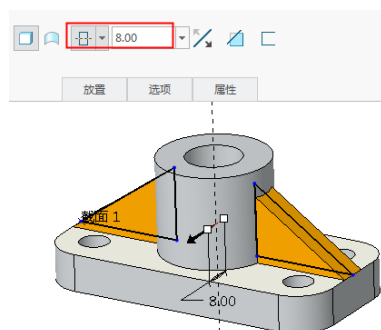

图 3-23 设置拉伸参数
- 单击“确定”按钮，退出草绘环境。在“拉伸”操控板中设置拉伸方法为“在各方向上以指定深度值的一半”，然后输入深度值为“8”，如图 3-23 所示。